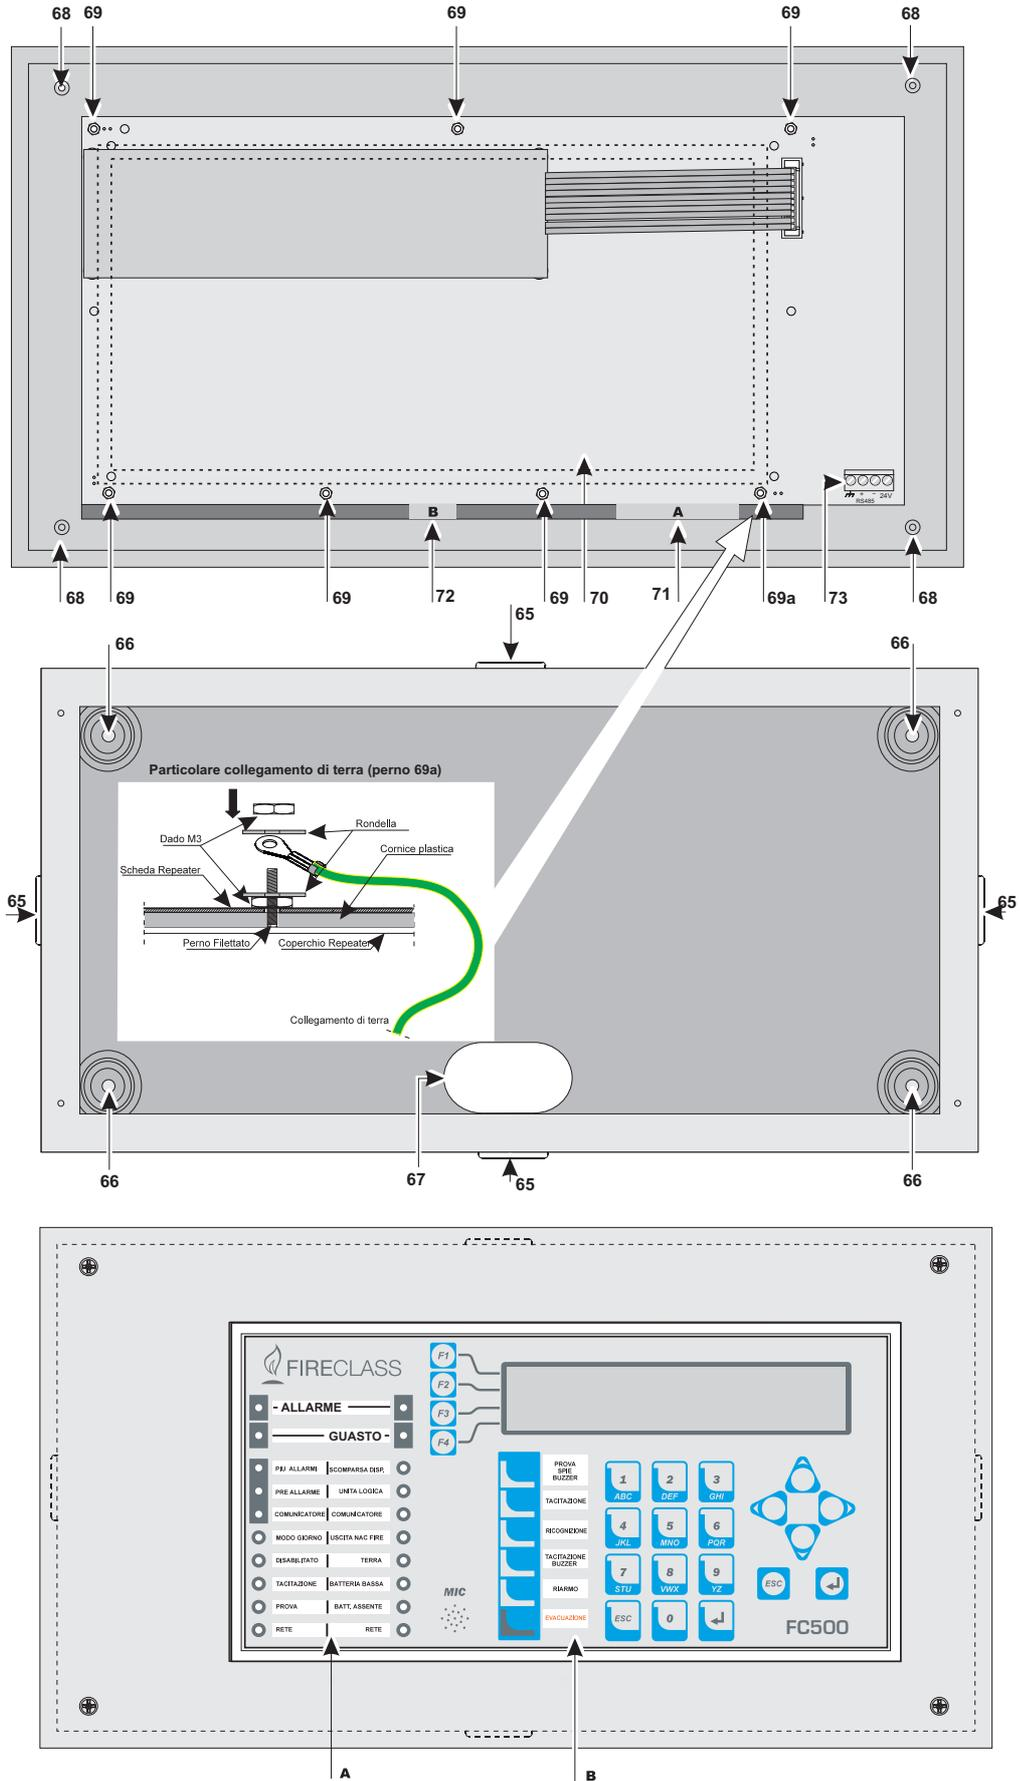

Figura 5 Installazione del Quadro Sinottico (Repeater FC500REP).
5. Eseguire i collegamenti sulla morsettiera **28** dell'Interfaccia RS485, come descritto nel paragrafo "Collegamento del Quadro Sinottico" e collegare il cavo di terra al perno filettato 69a del coperchio (figura 5) come mostrato nel particolare.